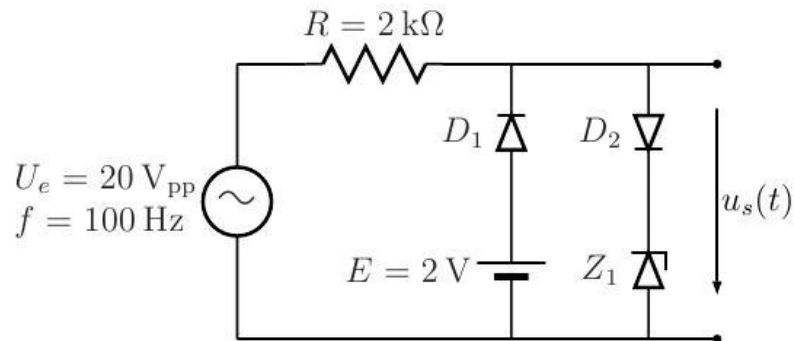

Figura 5: Circuito recortador con dos niveles de corte.
4. Ahora simule el circuito de la figura 5, y obtenga las tensiones en los componentes D1, D2, Z1 y las tensiones de entrada $u_e(t)$ y salida $u_s(t)$. Utilice un diodo Zener de 3 V
6. Analice el circuito de la figura 5. ¿Qué función desempeña el diodo Zener? ¿Podría reemplazarse por otro elemento?